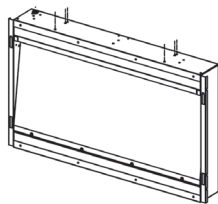

Figura 7
- Hay cuatro agujeros en la parte inferior de la carcasa de la chimenea (ver figura 7).